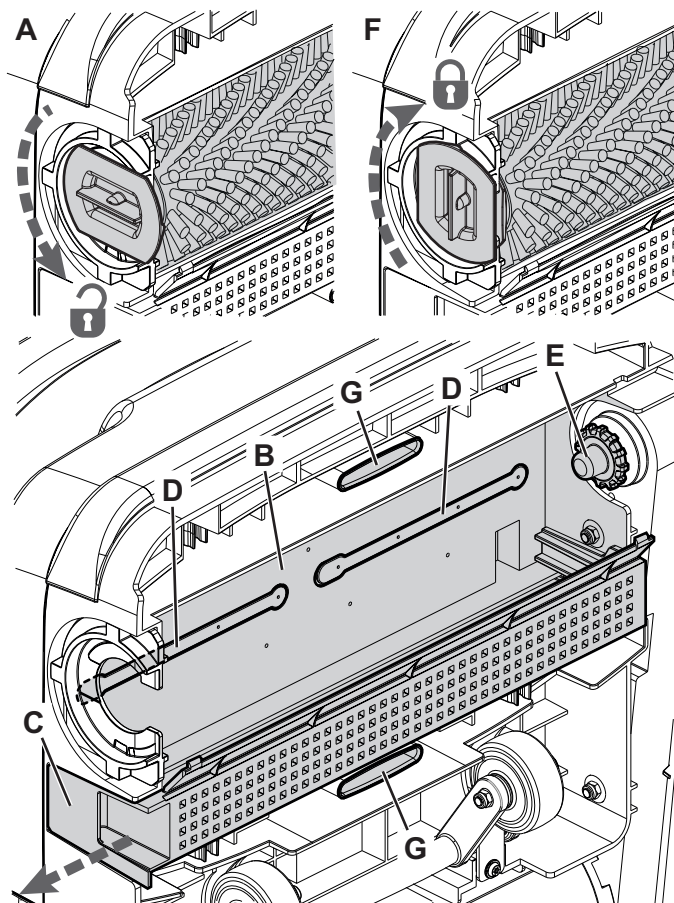

Abbildung 10
6. Die Leitungen für das Schmutzwasser (G, Abb. 10) sorgfältig von eventueller Verschmutzung befreien bevor die Sauglippenleisten montiert werden.
7. Die Sauglippenhalter (20) bis zum endgültigen Einhaken montieren.
1. Den Hebel gegen den Uhrzeigersinn drehen (A, Abb. 10) und die Bürste ausbauen.
2. Die Zylinderbürste (18) mit Wasser und Reinigungsmittel reinigen und waschen.
4. Den Bürstenraumbereich (B) sorgfältig reinigen.
5. Den Schmutzfangkorb (C) herausziehen, reinigen und mit Reinwasser abspülen, dann wieder in die entsprechende Aufnahme setzen.
6. Die Dosiervorrichtungen der Reinigungslösung (D) ausbauen und mit Wasser und Reinigungsmittel reinigen, dann spülen und wieder einbauen.
7. Die Zylinderbürste (18) auf den Antriebsstift (E) montieren, den Hebel im Uhrzeigersinn drehen (F) und einhaken.